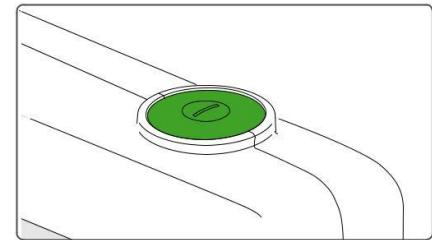

Figura 24. Bottone di accensione "MARCIA/ARRESTO"
- Premete "MARCIA/ARRESTO" per accendere l'apparecchio. Figura 24.